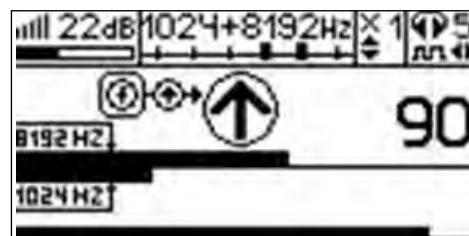

Рис.4.3
3. Включить приемник. В «Ст ртовом окне» следует выбрать вид приним емого сигн л – «двухч стотный» . После з пуск измерения кнопкой  появится окно «н пр вление сигн л » (рис.4.3).